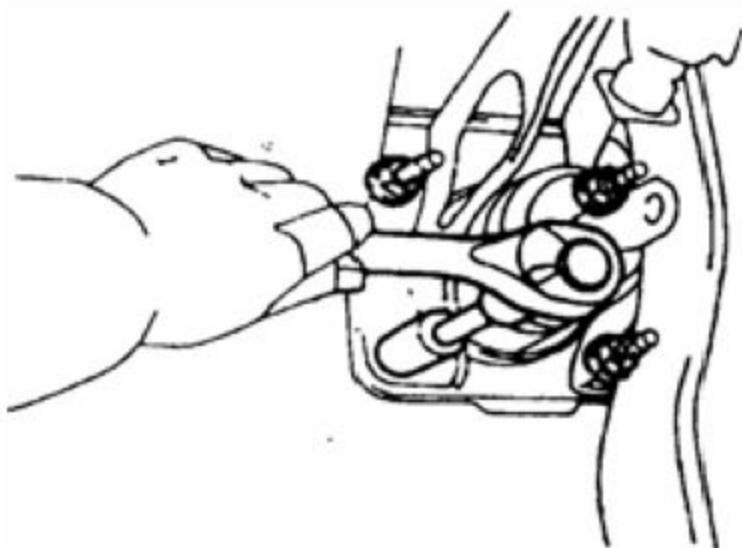

图3-10
- c). 拆下 4 个螺母和制动踏板支架，如图 3-10 所示。
- a). 用 4 个螺母安装制动踏板支架 (见图 3-10), 拧紧力矩:13N·m。